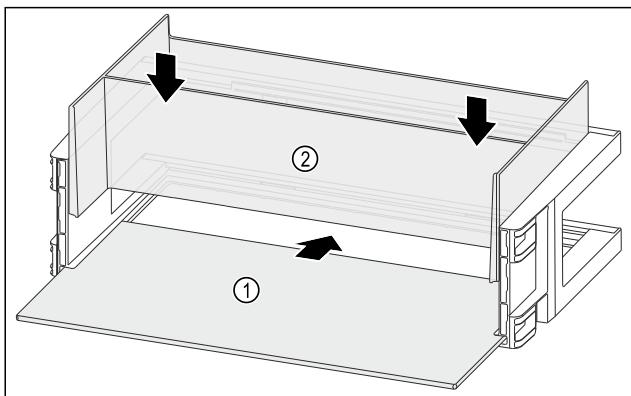

Fig. 125
- ▶ Вкарайте рафта Fig. 125 (1) в страничните прорези.
- ▶ Поставете органайзера Fig. 125 (2).